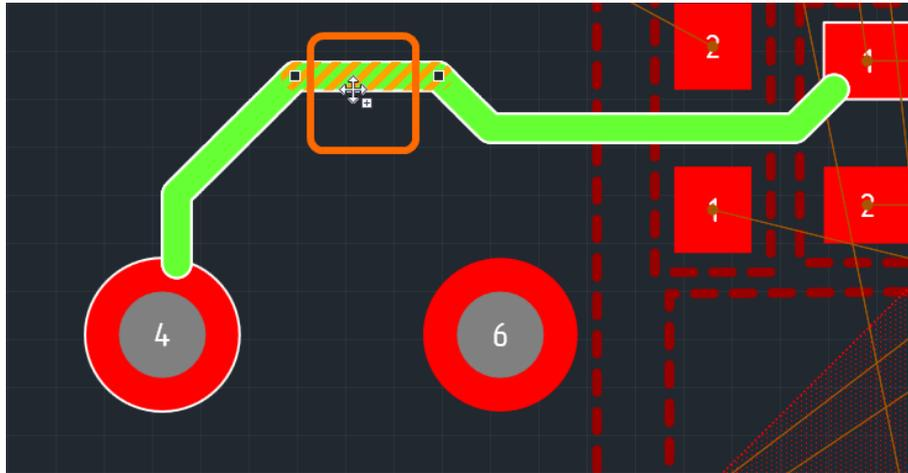

Рис. 66. Сегмент трека готов к перемещению
2. После того, как сегмент выбран, а курсор изменил свой вид (см. Рис. 66) необходимо нажать левую кнопку мыши, и, удерживая ее, переместить сегмент. Перемещение сегмента определяется перемещением курсора.